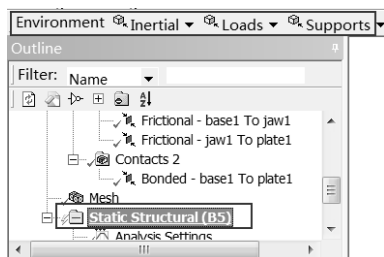

图 13-67 Environment 工具栏
Step1：选择 Mechanical 界面左侧 Outline（分析树）中的 Static Structural（B5）选项，此时会出现如图 13-67 所示的 Environment 工具栏。